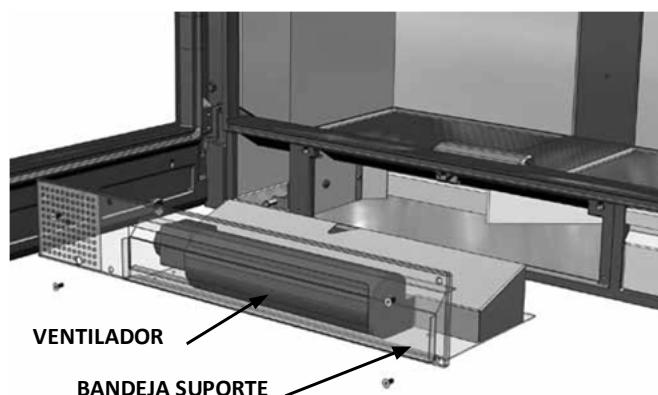

FIG. 2 - Nature 100
2. Após soltar os 4 parafusos (**dois nas versões Nature 70 / 80**) sacar a bandeja que suporta o ventilador (Fig.2). É preciso ter muito cuidado quando se tirar a bandeja, para evitar danificar a cablagem.